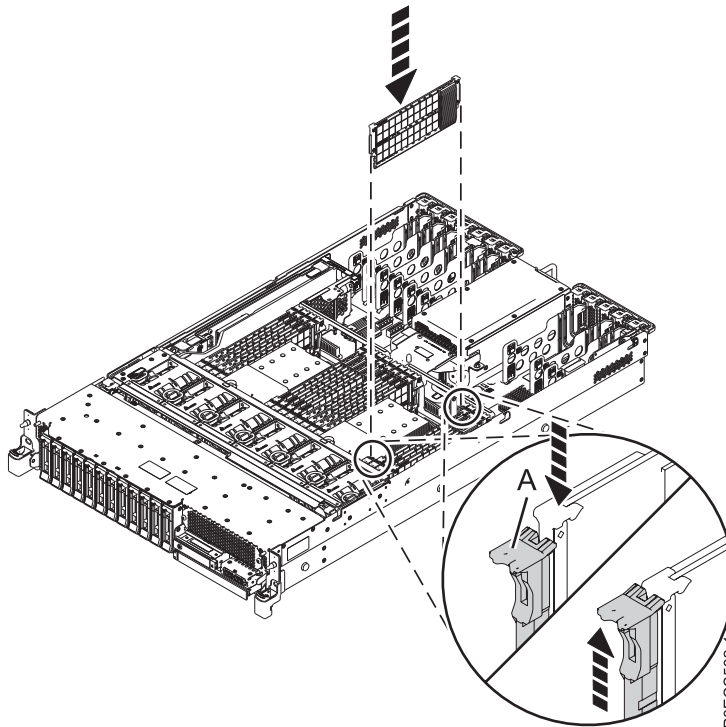

Figura 3. Instalación o reinstalación de un módulo de memoria en el sistema 5148-21L, 5148-22L, 8247-21L, 8247-22L, 8284-21A o 8284-22A
5. Inserte firmemente el módulo de memoria en la ranura hasta que la pestaña de bloqueo **(A)** encaje en su sitio. Consulte la Figura 3 en la página 6.